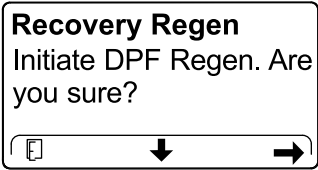

Figura 92
- En la pantalla INITIATE DPF REGEN (Iniciar regeneración de DPF), pulse el botón derecho para continuar (Figura 92).